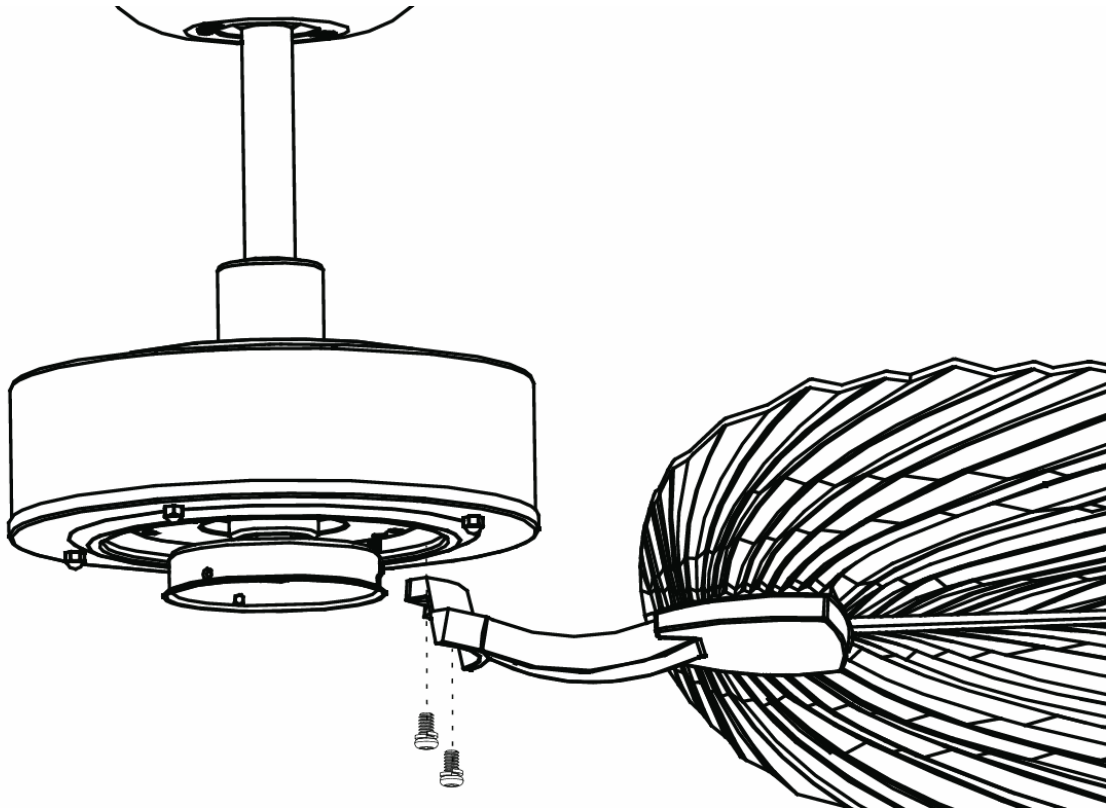

Fig. 5.2
2. Asegure el conjunto del aspa al conjunto del ventilador con el set de los 2 tornillos y sus arandelas de presión correspondientes. (Fig. 5.2)